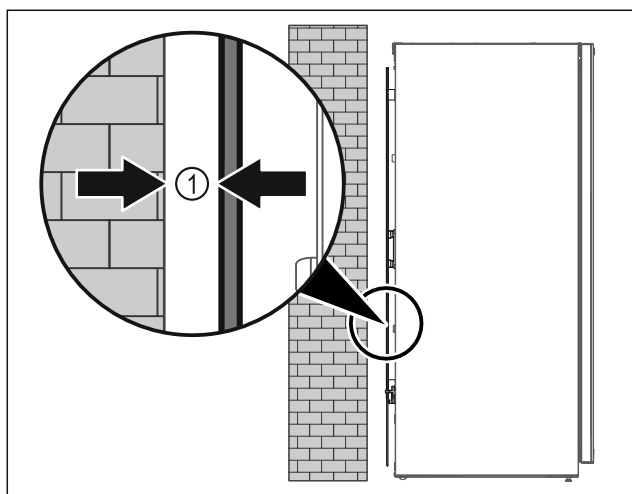

Fig. 8
- Állítsa fel a készüléket szabadon a helyiségben, vagy közvetlenül a fal mellé legalább 5 mm Fig. 8 (1) minimális távolságban.